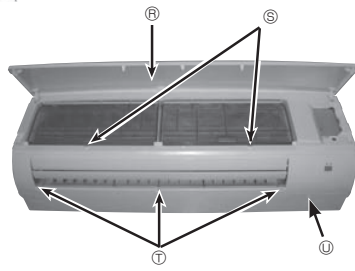

Fig. 6-2
- 1 Presione y suelte los tiradores a ambos lados de la rejilla frontal y levante la rejilla hasta que quede a nivel. Tire de los goznes hacia delante para extraer la rejilla frontal. (Fig. 6-2)
- 7 Extraiga el tornillo de la cubierta angular. (Fig. 6-2)